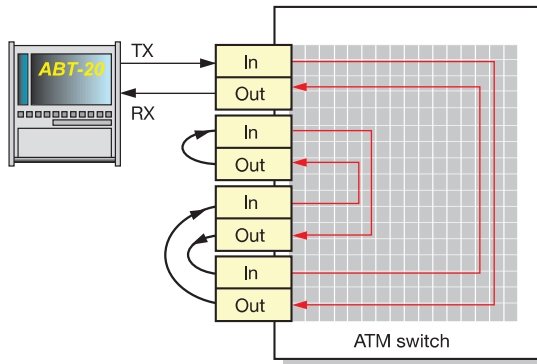

Bild 14: Schalten des Testkanals über mehrere Ports
- Schalten Sie den Testkanal über mehrere Ports (siehe Bild 14). Somit wird der Durchlauf über mehrere ATM-Switches getestet.